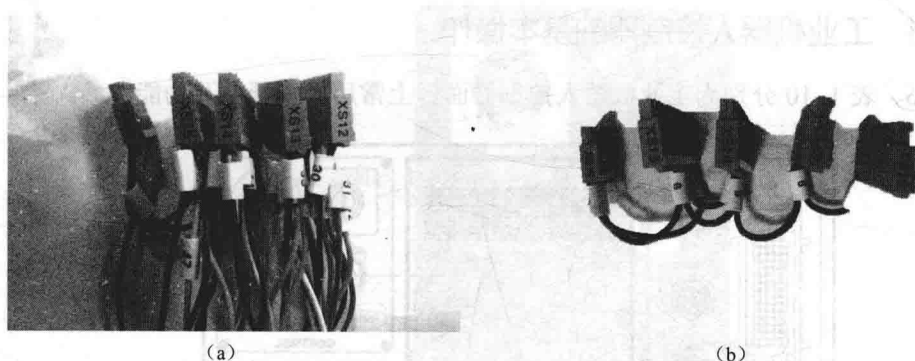

图 1-33 把接线端子电线接好
(2) 按照上述所介绍的 IO 电气接线图，把接线端子电线接好，如图 1-33 所示。